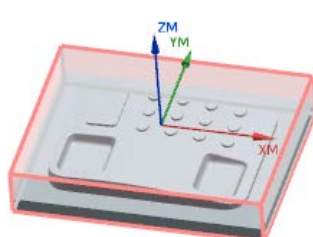

图 12.5 毛坯几何体
Step3. 单击“毛坯几何体”对话框中的 **确定** 按钮, 系统返回到“工件”对话框, 完成图 12.5 所示毛坯几何体的创建。